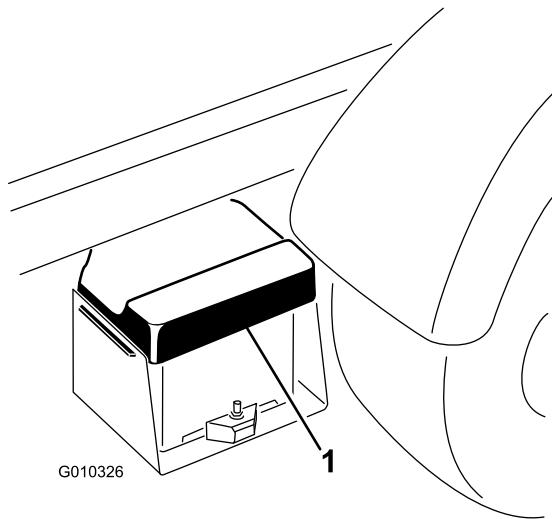

Figura 5
1. Togliete il coperchio dalla cassetta della batteria (Figura 5).